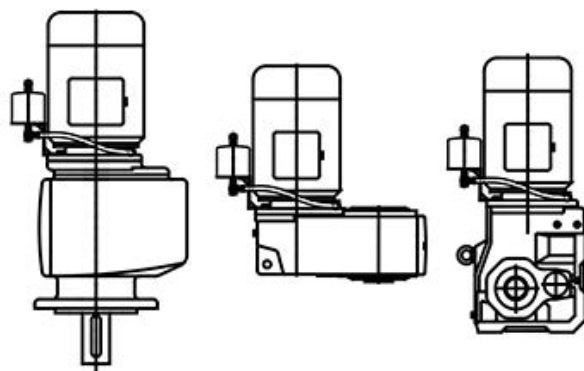

図 18: オイルエクспанションタンクの位置
オイルエクspansionタンクは接続ラインを下にし、エアVENTプラグを上にして垂直に取り付けなければなりません。タンクはできるだけ高い位置に取り付けてください。オイルエクspansionタンクの位置は、図 18 を参考にしてください。端子箱位置がポジション 2 の構造形状 M4 では、オイルエクspansionタンクは取り付けできないことに注意してください。
2. オイルエクspansionタンクを図 18 に従って取り付けます。このとき、モータシャフトに対して平行にタンクを調整してください。